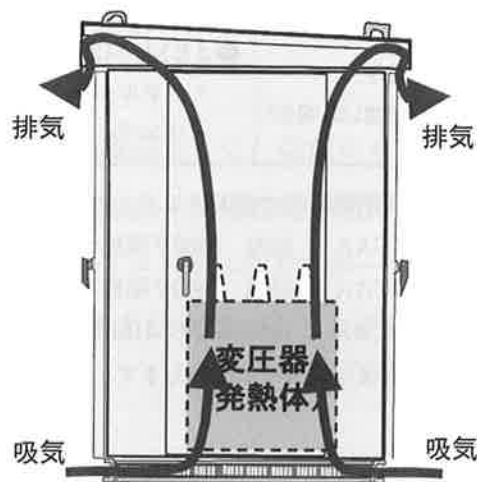

図2 JIS C 4620に基づくキュービクルの換気構造
●換気構造〔図2 JIS C 4620に基づくキュービクルの換気構造 参照〕
- ・図2に示すように、変圧器の発熱により、キュービクル内部には上昇気流が発生します。